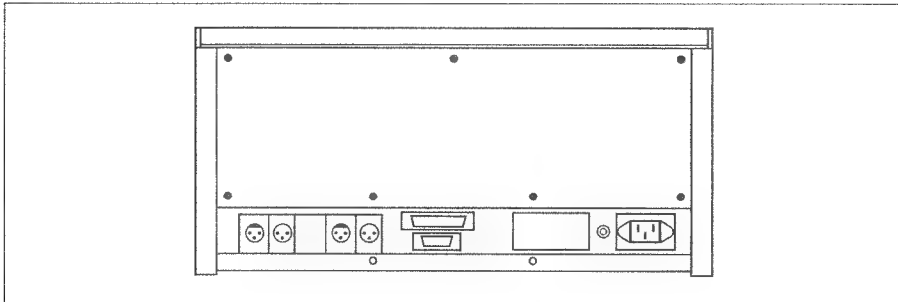

Fig. 4.2.4
- Oberes Deckblech entfernen (siehe Fig. 4.2.4).
- Remove top cover (see fig. 4.2.4).
- Déposez la plaque supérieure (voir fig. 4.2.4).